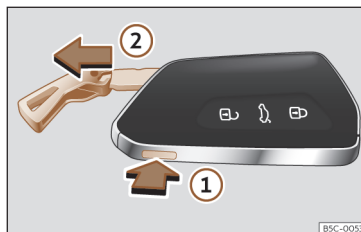

Fig. 79 Chave do veículo: retirar o palhetão.
- Pressione o botão >>> Fig. 79 ① para fazer sair a argola em forma de porta-chaves e poder retirar o palhetão ②. Se pressionar levemente a argola, esta ficará fixa em forma de porta-chaves.
- Pressione o botão >>> Fig. 79 ① para des-bloquear. Mantenha o botão pressionado ① e, simultaneamente, puxe a argola na direção da seta >>> Fig. 79 ② para retirar totalmente o palhetão.